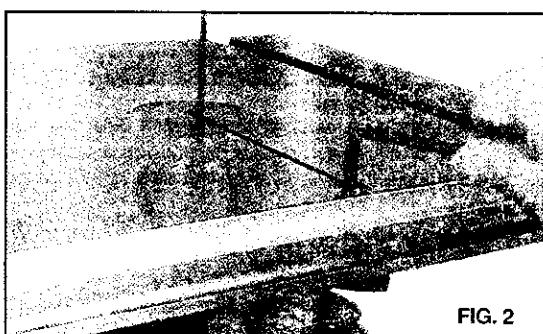

FIG. 2
b. Ajustar el guía de carril con dos botones de rosca de comienzo y arandear al tablero. Utilizar el botón hex puntando el tronillo, arandelar y balancear para corregir el tablero de trabajo. (Ver Fig. 2)